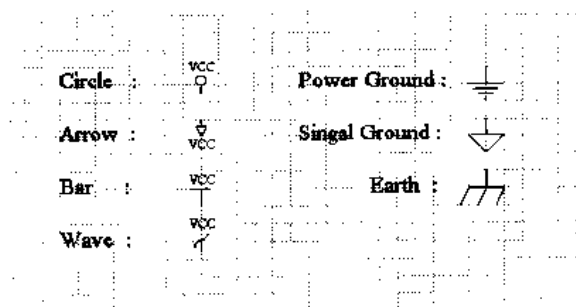

图 4-39 电源符号类型名及其显示
- Style: 电源的显示类型, 有 Circle (圆圈形)、Arrow (箭头形)、Bar (T 形条)、Wave (波形)、Power Ground (电源地)、Signal Ground (信号地) 和 Earth (大地) 等类型可供选择。每种类型的电源符号与其显示的对应关系, 如图 4-39 所示。